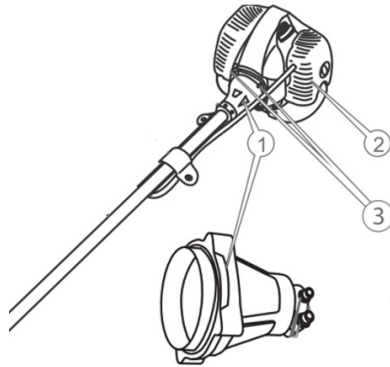
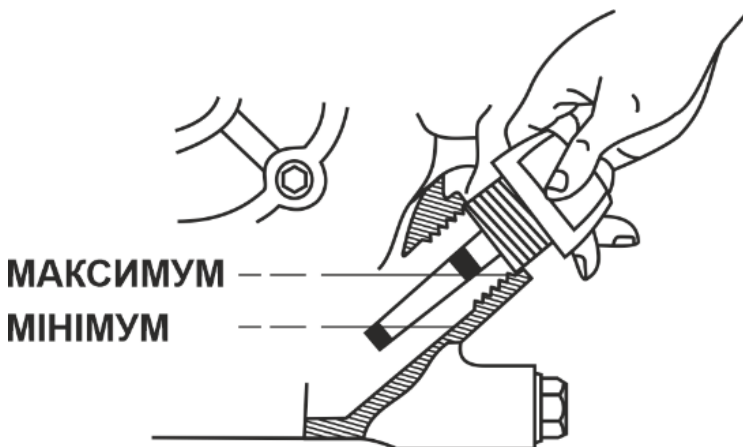

Рисунок 2. Схема приєднання «штанги» до двигуна виробу.
Рисунок 8. Перевірка рівня мастила в картері двигуна.
- поставити вузол зчеплення (1, рис. 2) на двигун (2, рис. 2) двома руками та надійно зафіксувати відповідними гвинтами (3, рис. 2);
- під'єднати карабін наплічного паскового підвісу до скоби (5, рис. 2) «штанги»;
- послабити кріплення скоби (5, рис. 2) і відрегулювати її рухом вгору-вниз до оптимального балансу мотокоси. Балансування мотокоси та регулювання пасків підвісу виконано вірно, коли ріжучий інструмент розташований на відстані 10–20 см від поверхні землі (див. рис. 8);